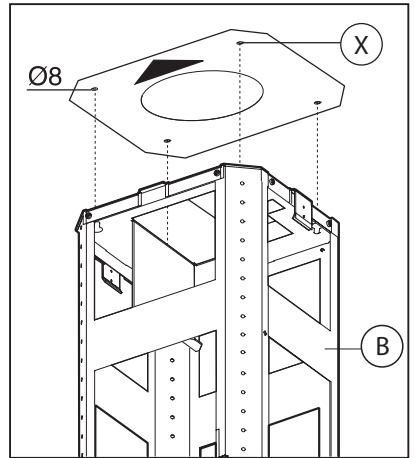

Fig.3 / 3. attëls
- Placér loftsbeslaget i loftet og sørg for, at pilen vender mod samme side, som apparates kontrolpanel (Fig.3). Lav 4 huller Ø8 i loftet og skru de 3 skruer **i**, uden at stramme dem helt og vær opmærksom på, ikke at placere en skrue i hullet afmærket med et **X** på loftsbeslaget (skruer og ravplugs skal være egnede til mur-typen).